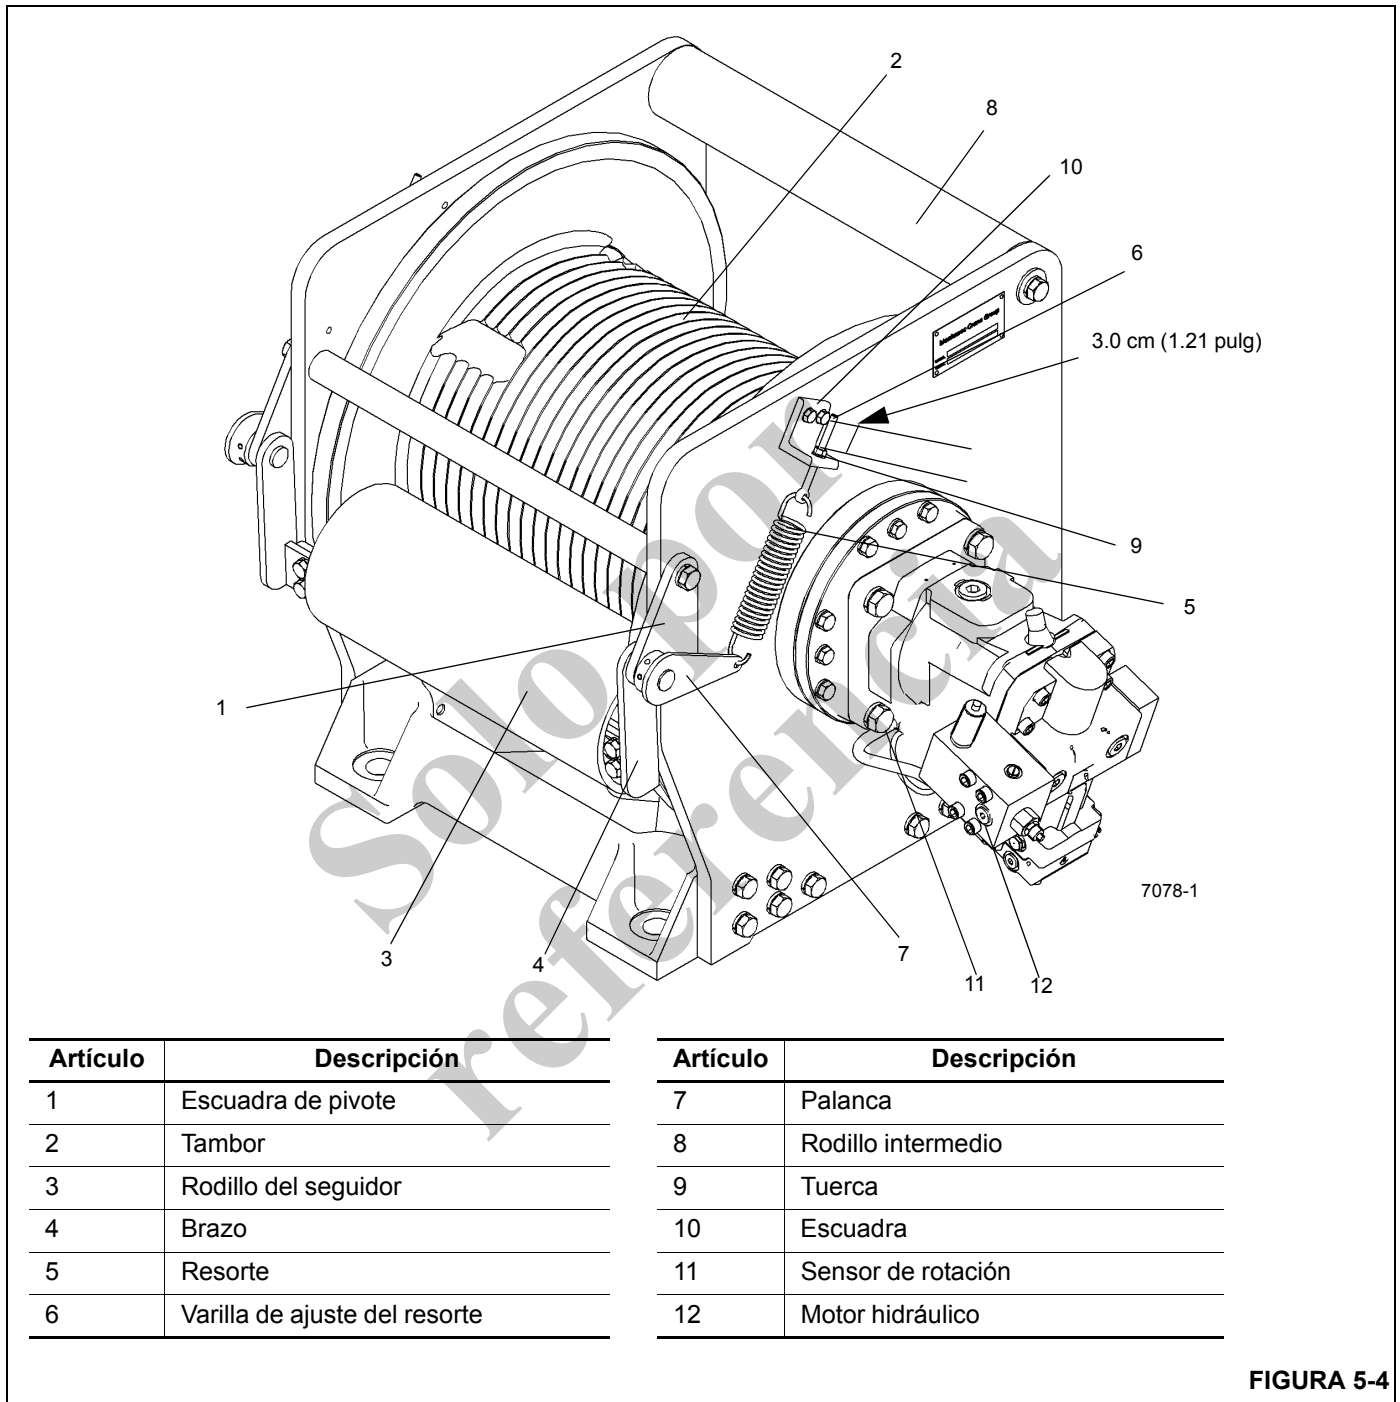

FIGURA 5-4
1. Retire el perno, la arandela y la arandela de seguridad del lado derecho del rodillo intermedio (Figura 5-4).
1. Suelte las tuercas de ajuste y retire el resorte tensor y la barra de ajuste de ambos lados del malacate (Figura 5-4).